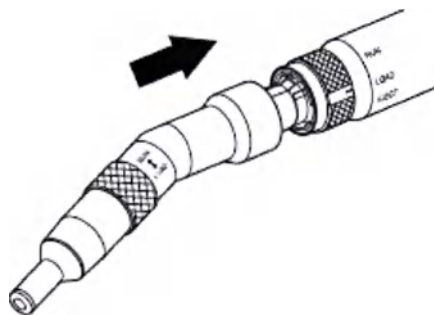

Рис. 3 Установка патрона
2. Наденьте патрон на рукоятку; уверенно нажмите и поверните патрон пока он не зафиксируется (рис. 3).